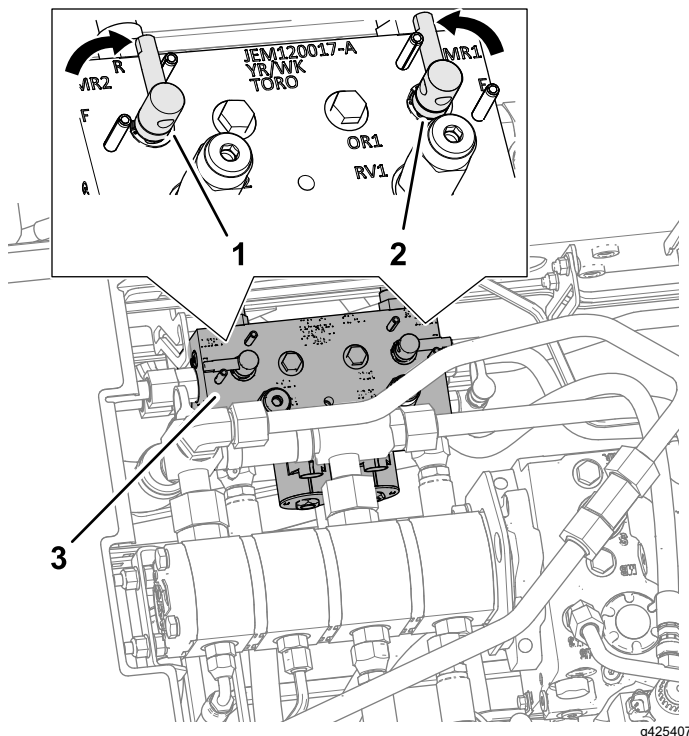

Figura 150
4. Desenganche y levante el asiento para tener acceso al distribuidor de la segadora (Figura 150).
5. Mueva la palanca de autoafilado a la posición R (autoafilado) (Figura 150).